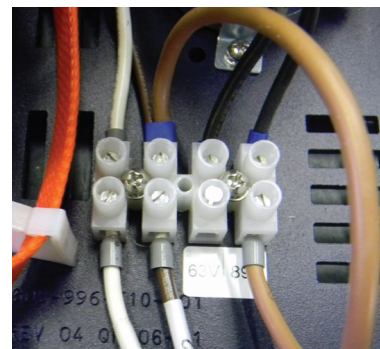

Fig. 1-9, Bloco de terminais de tensão de saída
8. Conecte os fios de tensão de saída dupla no bloco de terminais de tensão de saída (Fig. 1-9) conforme mostrado. Aperte os parafusos do bloco de terminais com torque de 7,0 pol-lb.